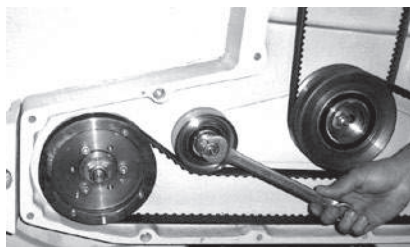
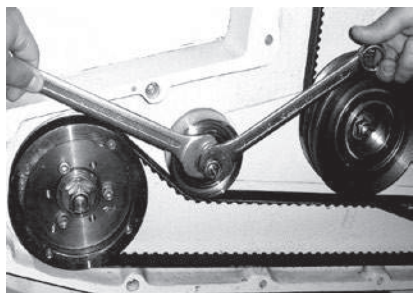

Fig. 4.11.2. Ajuste rodillo tensor.
Fig. 4.11.3. Ajuste rodillo tensor.
- Si se debe tensar la correa dentada, deberá soltar los tornillos del rodillo tensor (Ver Fig.4.11.2.) y girar (Ver Fig. 4.11.3.).